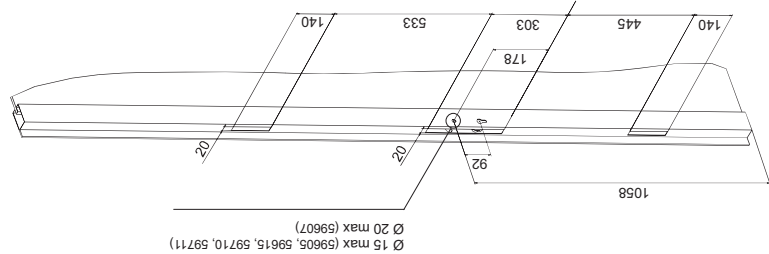

FIG. 10
- a) Réaliser sur le profil les rainures pour fixer la serrure selon les dimensions indiquées sur Fig. 10.
Remarque: en positionnant le fouillot carré à 1058 mm de la base inférieure du profil (comme indiqué sur Fig. 10) la hauteur de la barre de la poignée anti-panique sera comprise entre 900 et 1100 mm du sol comme conseillé par la norme EN 1225:2008 et il ne sera pas nécessaire de couper la partie inférieure de la têtière.
- a) Réaliser sur le profil les rainures pour loger la serrure selon les dimensions indiquées sur Fig. 10.
Remarque: en positionnant le fouillot carré à 1058 mm de la base inférieure du profil (comme indiqué sur Fig. 10), il ne sera pas nécessaire de couper la partie inférieure de la têtière.
a) Realice en el perfil las ranuras con las dimensiones indicadas en la Fig. 10.